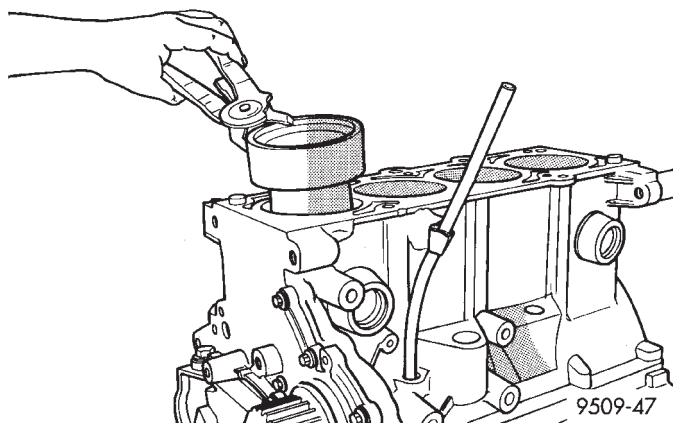

Abb. 85 Pleuel-Einbau
(3) Kolbenboden und -ringe in sauberes Öl eintauchen. Kolbenringspanner über den Kolben streifen (Abb. 85). **Dabei ist darauf zu achten, daß sich die Lage der Ringe nicht verändert.**